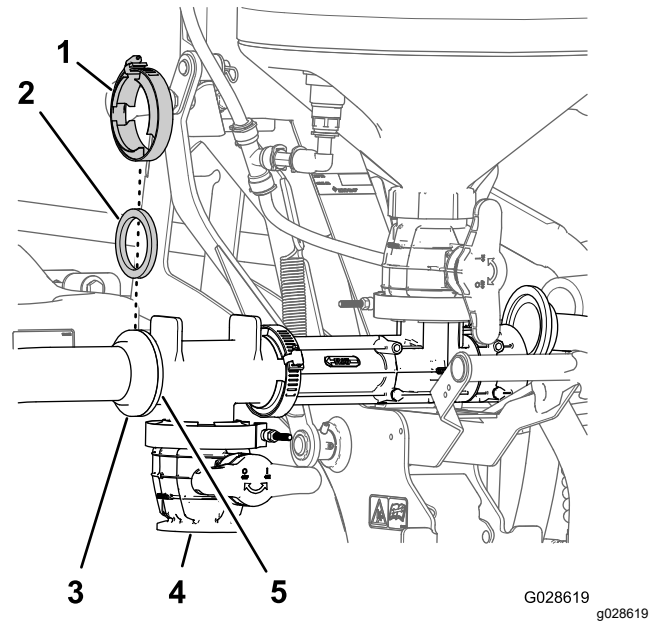

图 24
3. 将药缸软管的凸缘接头与 T 形排放接头的前凸缘对齐 图 24。
4. 用垫片和凸缘夹具将药缸软管固定到 T 形接头上 图 24。
5. 升起和降下清洁加药器确保药缸软管不会卡在打药机的其他零件上 图 24。